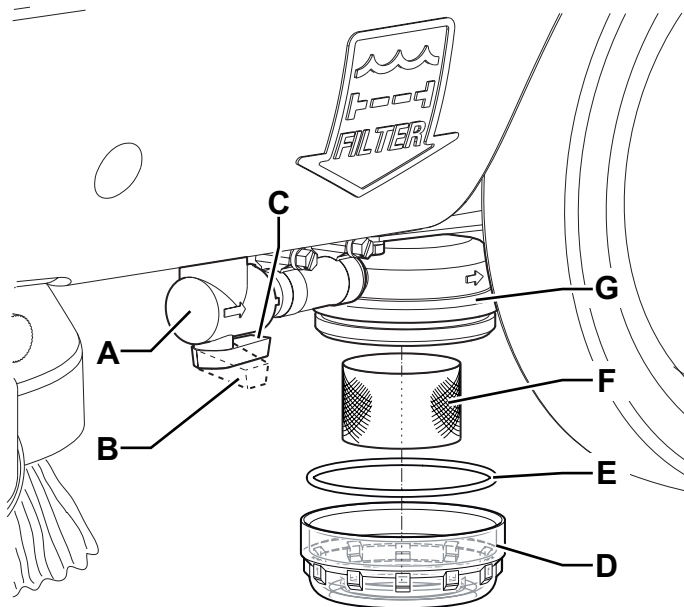

Abbildung 9
2. Sicherstellen, dass der Drehknopf (62) sich in der Position „0“ befindet.
3. Das Reinigungslösungsventil (A, Abb. 9) unter dem Gerät vor dem linken Hinterrad schließen. Der Hahn (A) ist geschlossen, wenn er sich bezüglich auf der Leitung in der Stellung (B) befindet, und er ist geöffnet, wenn er in der Stellung (C) ist.
4. Den durchsichtigen Deckel (D) mit Dichtung (E) abnehmen und Siebfilter (F) entfernen. Alles reinigen und in der Halterung (G) anbringen.